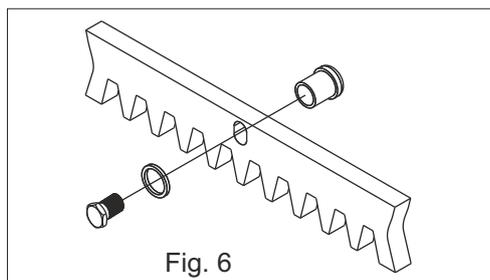

Fig. 6
5.2. Fijar sobre cada orificio de la cremallera su soporte mediante los relativos tornillos de bloqueo, teniendo cuidado de posicionarlos en la parte superior del ojal. (Fig. 6)